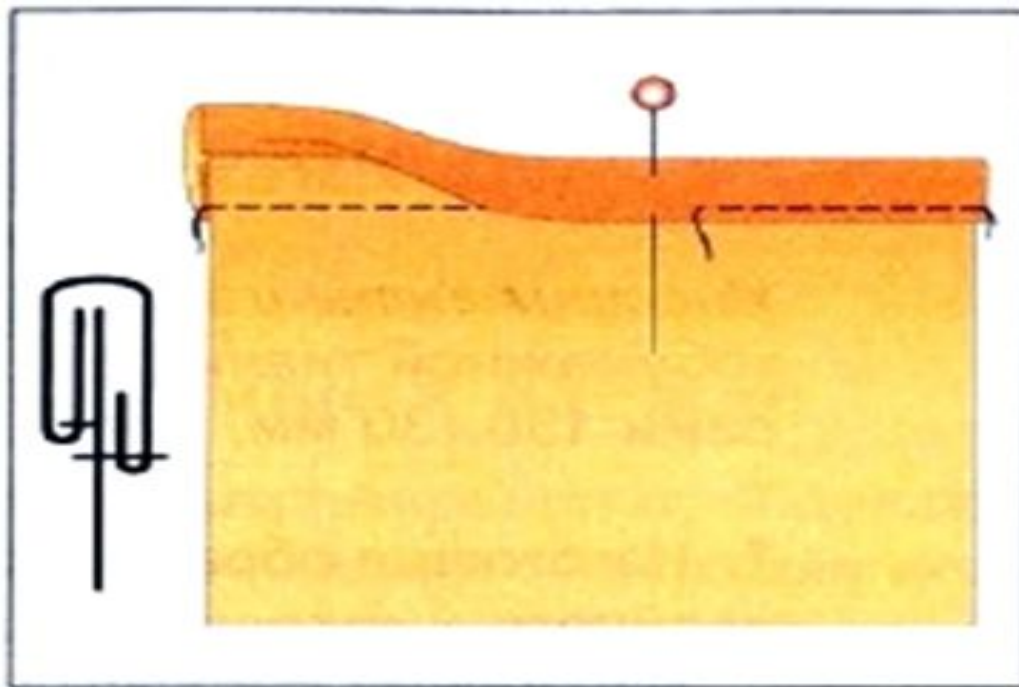

Рис. 50. Притачивание бейки на швейной машине
3. Пришить вручную потайными стежками или проложить машинную строчку с лицевой стороны в шов (чтобы линии двух швов полностью совпадали) или в край, т. е. на 1-2 мм прихватывая бейку (рис. 50).